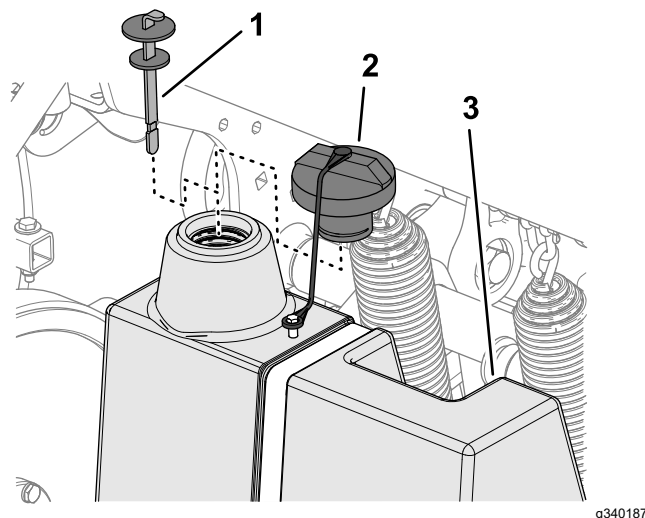

Figura 168
3. Limpe a zona em redor do tubo de enchimento e da tampa do depósito hidráulico (Figura 168). Retire a tampa do tubo de enchimento.